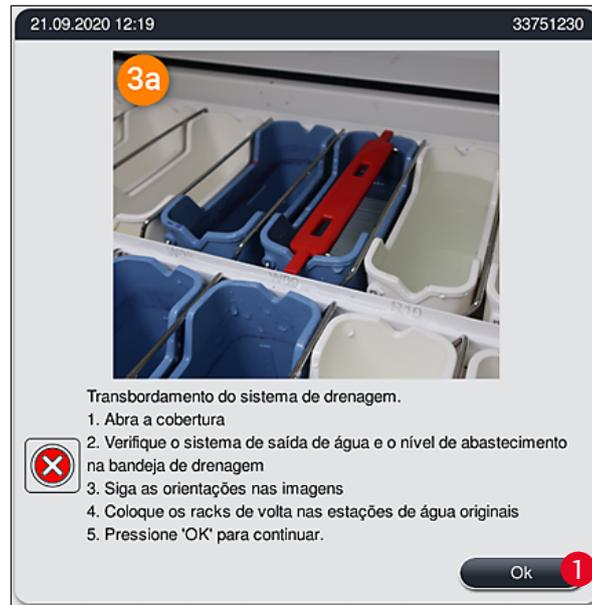
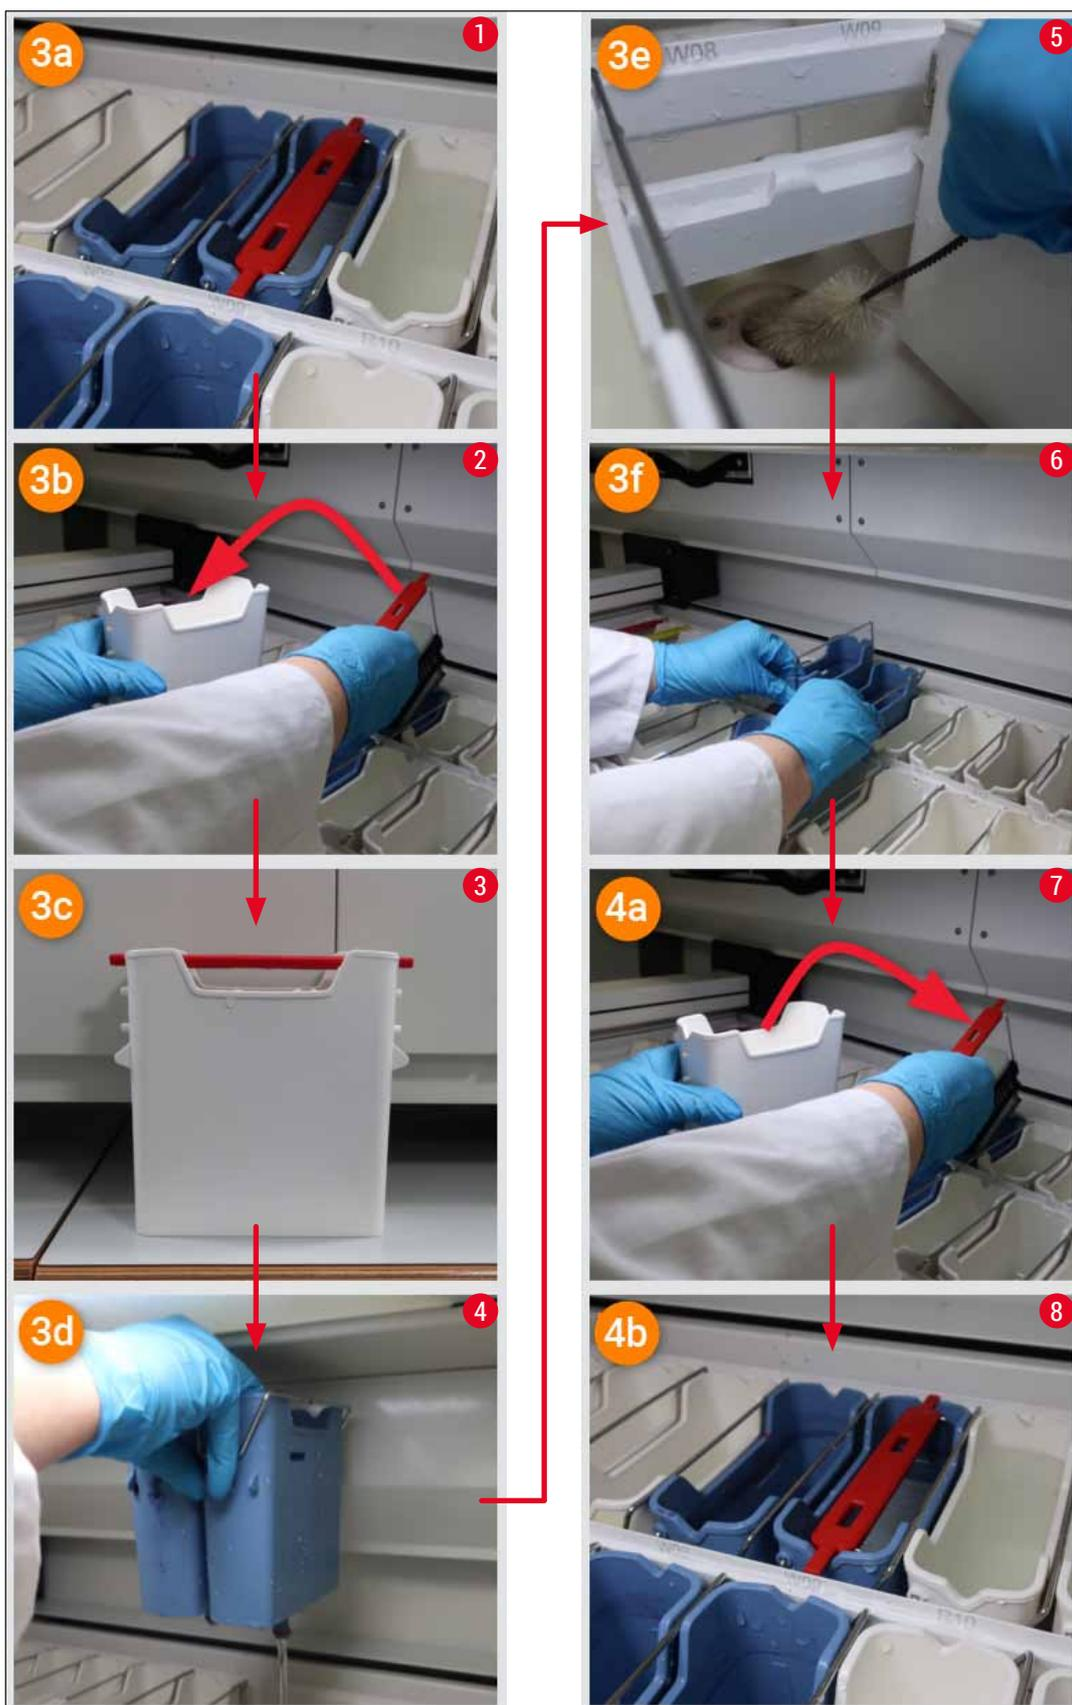

Fig. 120
Fig. 122
Um bloqueio do sistema de drenagem da água pode ser causado por uma peneira de drenagem bloqueada (→ "Fig. 98-1") ou drenagem de água (→ "Fig. 7-1"). Tal bloqueio pode causar um nível de água de enxague na bandeja de drenagem. Como resultado, um nível de água crítico pode ser atingido no aparelho. O usuário recebe então uma mensagem de erro na tela (→ "Fig. 120") e um alarme soa. A mensagem de erro fornece a orientação do usuário para resolver o bloqueio por meio de uma sequência de imagens repetitivas (→ "Fig. 122").
- Se o nível da água na bandeja de drenagem ficar abaixo do nível crítico durante a solução do processo, a mensagem (→ "Fig. 120") desaparece e outra mensagem na tela informa o usuário que o processo de coloração pode continuar.